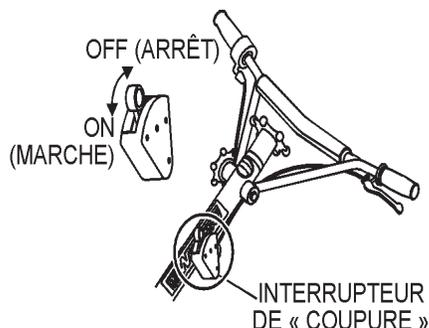

Figure 24. Interrupteur centrifuge de coupure
- Placez l'interrupteur *centrifuge de coupure* (Figure 24) sur la position « ON » (MARCHE). Pour les modèles qui utilisent cette caractéristique.